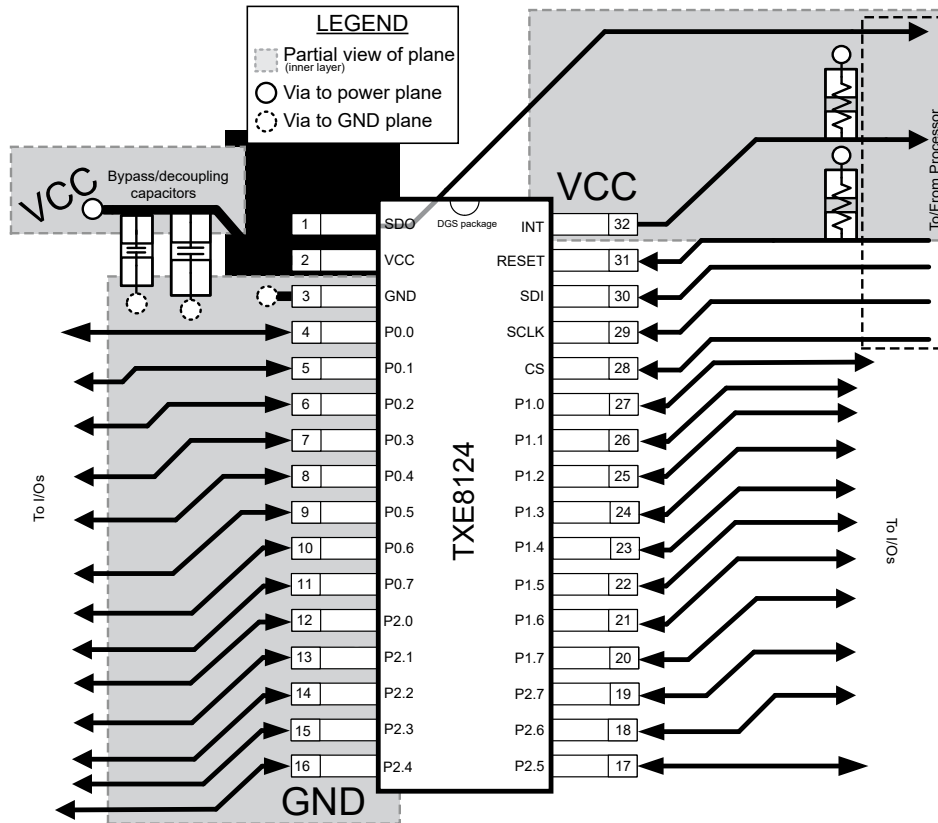

图 8-5. TXE8124-Q1 布局
在所有 PCB 布局中, 最佳实践是避免信号布线呈直角, 在离开集成电路 (IC) 附近时让信号布线呈扇形彼此散开, 并使用较粗的布线来承载通常会经过电源和接地布线的更大的电流。旁路电容器和去耦电容器通常用于控制电源引脚上的电压, 使用较大的电容器可在发生短暂电源干扰时提供额外电能, 使用较小的电容器则能滤除高频纹波。这些电容器应尽可能靠近 TXE8116-Q1/TXE8124-Q1。图 8-5 中显示了这些最佳实践。
对于图 8-5 中提供的布局示例, 可以将顶层用于信号布线, 将底层用作电源和接地 (GND) 的分割平面, 从而制造只有 2 层的 PCB。但是, 对于信号布线密度更大的电路板, 最好使用 4 层电路板。在 4 层 PCB 上, 通常在顶层和底层上进行信号布线, 将一个内部层专门用作接地平面, 并将另一个内部层专门用作电源平面。在使用平面或分割平面作为电源和接地平面的电路板布局布线中, 通孔直接放置在需要连接到电源或 GND 的表面贴装元件焊盘旁边, 并且通孔以电气方式连接到内部层或电路板的另一侧。如果需要将信号走线排布到电路板的另一侧, 也要使用通孔, 但图 8-5 未演示该技术。